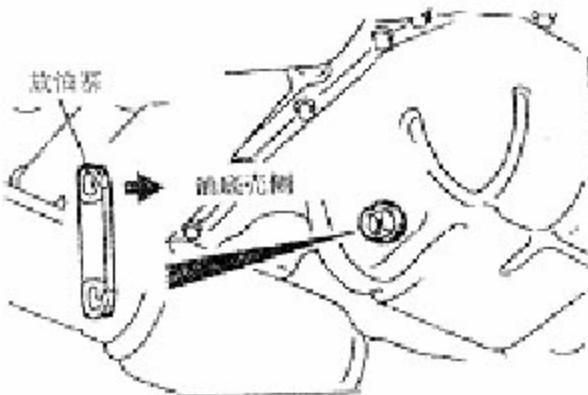

图 6-1
- 2). 检查机油是否明显变脏，冷却液或汽油是否混入，检查机油是否有适当的粘度（见图 6-1）。